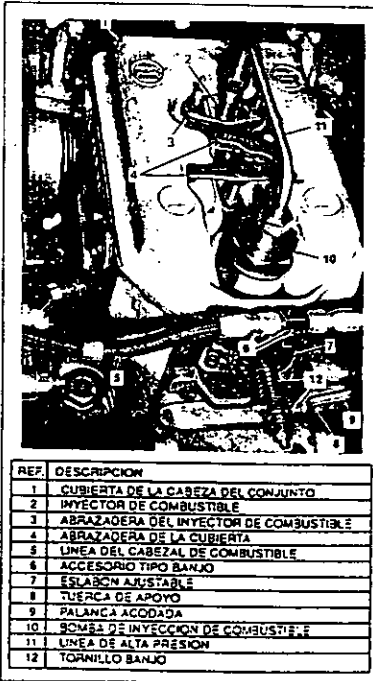

Figura 62. Cabeza del conjunto de potencia.
1. Desconecte y mueva la tapa del conjunto de potencia (ver figura 62).